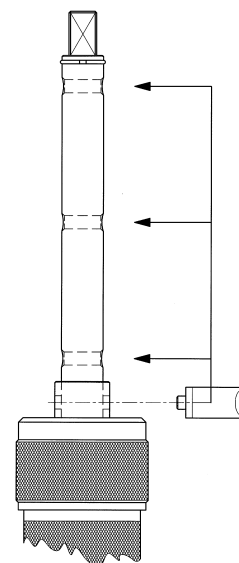

Figura 7
- Seleccionar el posicionado del eje perforador en función de la distancia que ha de recorrer durante la perforación, situando el sistema de retención en el orificio más adecuado de los tres de que dispone el eje (orificio intermedio para AOP 2" y primer orificio superior para T3V 1½" y 2"). Ver *Figura 7*.